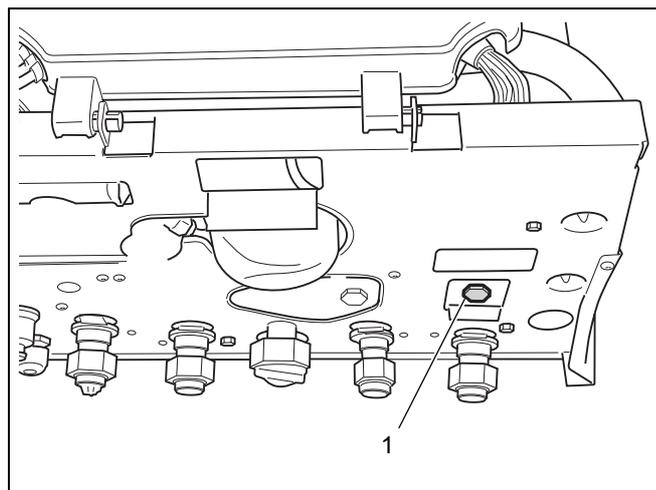

Fig. 9 Posizione del tappo cieco nell'apparecchio single
Gli apparecchi single vengono consegnati con un rubinetto di carico e scarico. È possibile montare quest'ultimo al posto del tappo cieco (fig. 9, pos. 1).